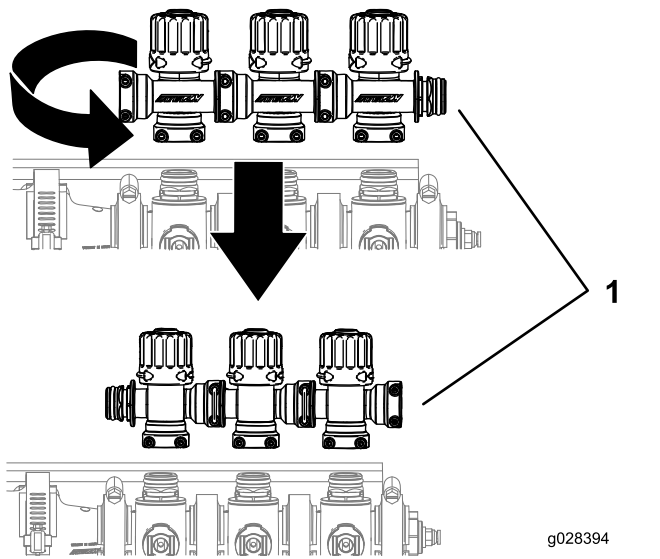

Figura 15
- 5. Gire el grupo de válvulas de desvío de los brazos 180 grados, como se muestra en la Figura 15.